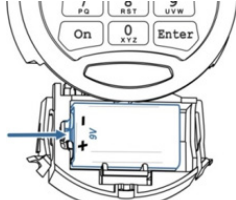

Fig. 5.2
- Desconecte la batería de los puntos de contacto del lado derecho tal y como se muestra en la Fig. 5.2.